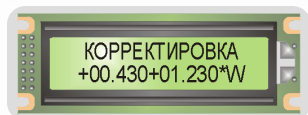

Рис. 11.1. Вид ЖКИ БУК при вводе поправки в корректировочное выражение
12.2. КОРРЕКТИРОВОЧНОЕ ВЫРАЖЕНИЕ (см. рис. 11.1) в исходном состоянии имеет вид:
a – текущее значение первого слагаемого корректировочного выражения (на рис. 11.1 $a = 0,43$);
b – текущее значение коэффициента при втором слагаемом корректировочного выражения (на рис. 11.1 $b = 1,23$).
- нажать кнопку «4», затем «Ввод», при этом на ЖКИ БУК откроется корректировочное выражение (см. рис. 11.1), мигающий курсор находится на первом слагаемом, он указывает разряд числа, который будет отредактирован при очередном нажатии цифровой кнопки;